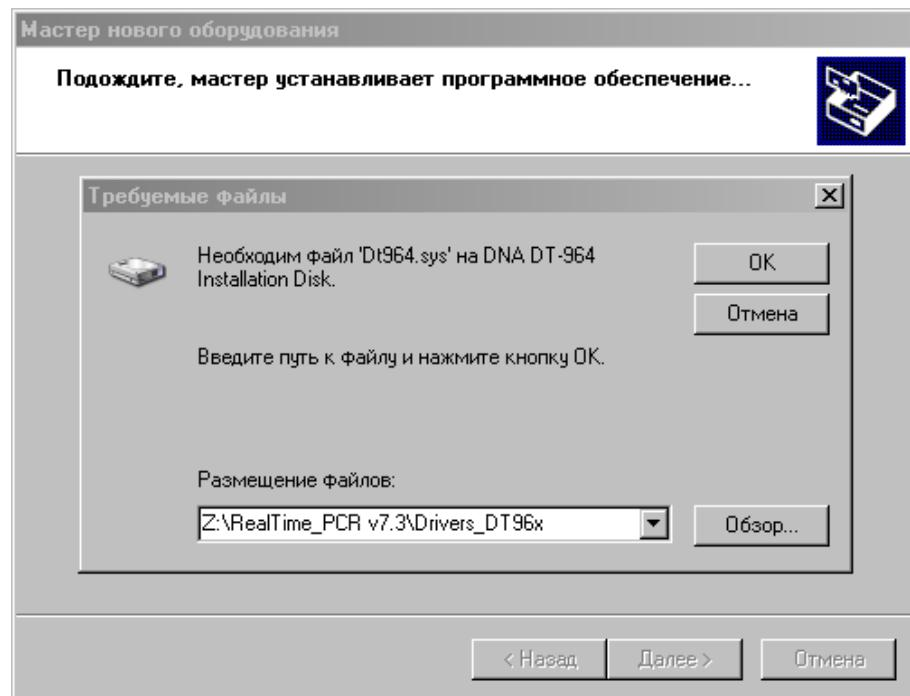

Рис.11. Поиск файла Dt964R.sys на компакт-диске
- В следующем окне мастера (Рис.11) укажите путь к файлу Dt964.sys на компакт-диске для чего нажмите кнопку **Обзор**.
- Убедившись, что путь к файлу в окне (Рис.11) указан правильно, нажмите кнопку **OK**.